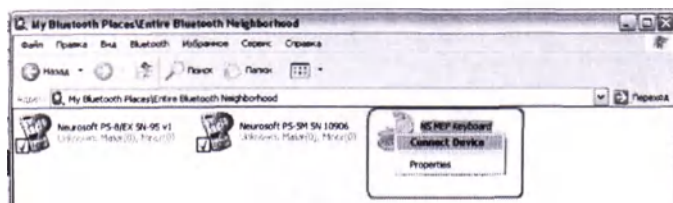

Рис. 15
5. Щелкнув правой кнопкой мышки, выберите команду **Connect Device** (рис. 15).